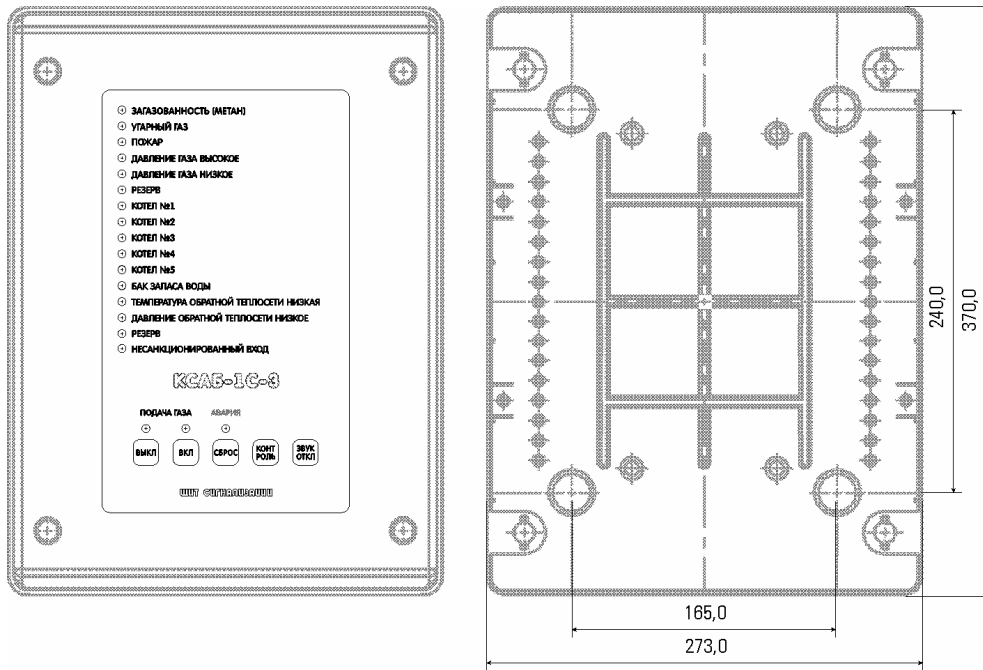

Рисунок 1. Габаритные и установочные размеры щита КСАБ-1С
1.6.1. Щит имеет конструкцию настенного исполнения (рис. 1). Подключение щита производится с помощью клемм, расположенных внутри корпуса (в нижней части).